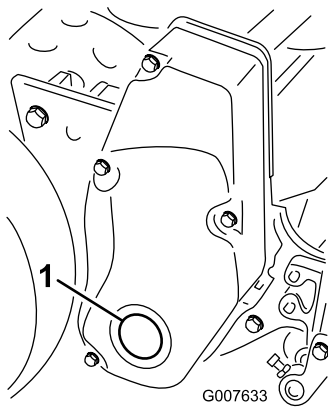

Figura 56
1. Retire a vela na cobertura da transmissão do cilindro direito (Figura 56).